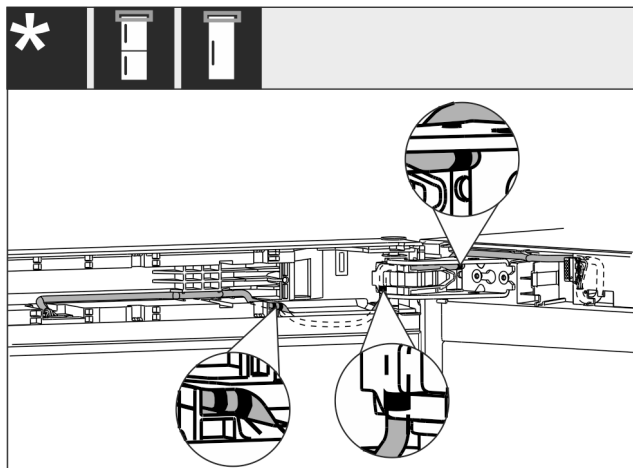

Fig. 60
- ▶ A kábelt az ábrán Fig. 60 (1) látható módon kell elvezetni.